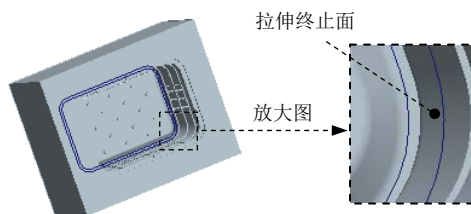
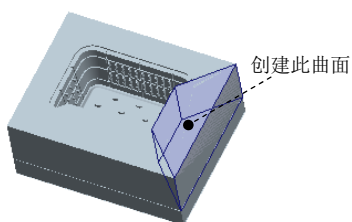

图 16.18 定义拉伸终止面
图 16.19 创建拉伸曲面 2
① 在操控板中选取深度类型 (到选定的)。
② 将模型调整到图 16.18 所示的视图方位, 使用“从列表选取”的方法, 在“从列表选取”对话框中选择 **曲面: F9 (参照零件切除)** 元素, 如图 16.18 所示。
③ 在操控板中单击 **选项** 按钮, 在“选项”界面中选中 ☒ **封闭端** 复选框。
(5) 在“拉伸”操控板中单击 按钮, 完成特征的创建。
Step5. 参考 Step4 创建图 16.19 所示的拉伸曲面 2。